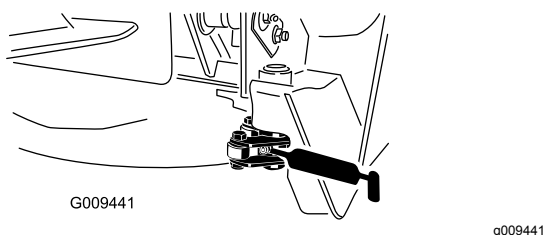

Figura 66
- Pivotes de enganche (2) (Figura 66)